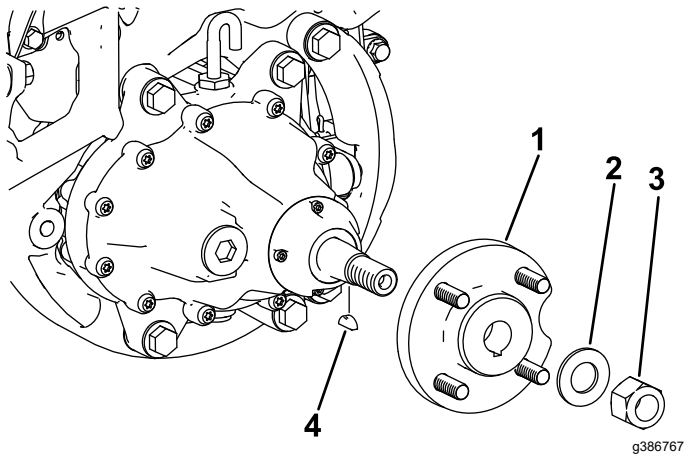

Bild 2
3. Entfernen Sie die Radnabe, indem Sie die entsprechende Sicherungsmutter der Radnabe und die Unterlegscheibe entfernen (Bild 2).
4. Entfernen Sie den Federkeil (Bild 2).